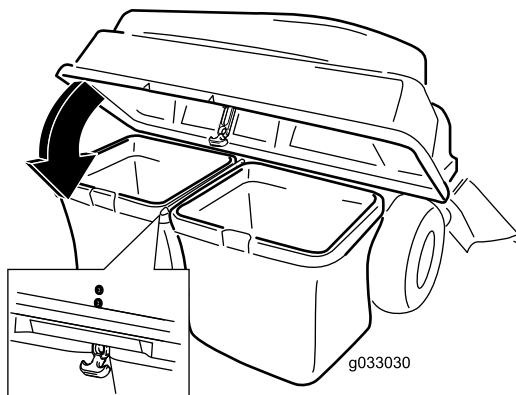

Figura 22
5. Abbassate il coperchio del sistema di raccolta sui cestì (Figura 22).
6. Fissate il cofano con il fermo (Figura 22).